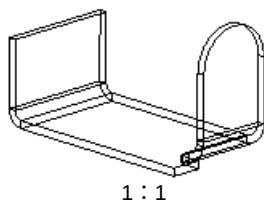

图 10.2.13 创建轴测图
(3) 双击创建的俯视图，系统弹出“绘图视图”对话框，选取 **类别** 区域中的 **视图显示** 选项，在 **显示样式** 下拉列表中选择  **消隐** 选项，在 **相切边显示样式** 下拉列表中选择  **无** 选项，其他参数设置采用默认设置值，然后单击 **确定** 按钮。
Step7. 插入新实例的轴测图，如图 10.2.13 所示。
(1) 选择 **布局** 功能选项卡 **模型视图** 区域中的“普通视图”命令 。
(2) 在系统  选择绘图视图的中心点。的提示下，在图形区选取一点，此时系统弹出“绘图视图”对话框。
(3) 定义视图方向。在对话框的 **模型视图名** 区域中选择“默认方向”，然后单击 **应用** 按钮。
(4) 设置比例。在对话框的 **类别** 区域中选择 **比例** 选项，然后选中  **自定义比例** 单选项，再输入比例值 1。
(5) 设置视图显示。选取 **类别** 区域中的 **视图显示** 选项，在 **显示样式** 下拉列表中选择  **消隐** 选项，在 **相切边显示样式** 下拉列表中选择  **实线** 选项。
(6) 单击对话框中的 **确定** 按钮，完成轴测图的创建。